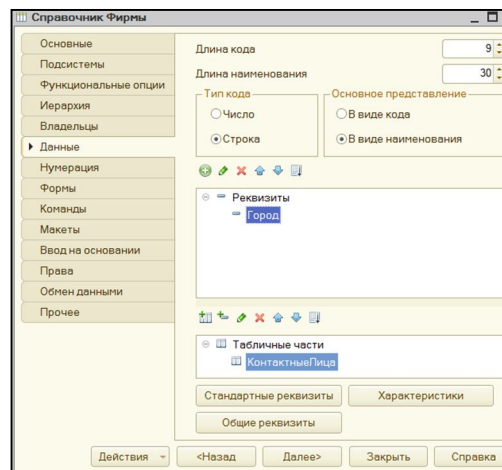

Рис. 17. Создание табличной части «КонтактныеЛица» справочника «Фирмы»
- 1) щелкнуть по пиктограмме «Добавить табличную часть» панели окна «Табличная часть» и указать имя табличной части – «Контактные Лица» (рис. 17);